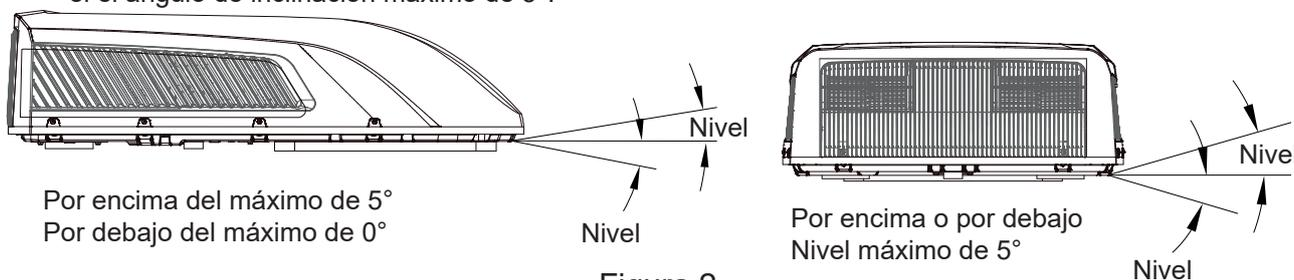

Figura 2
1. El aire acondicionado de techo se debe montar de forma que quede nivelado de delante a atrás y de lado a lado cuando el vehículo se encuentre aparcado en una superficie llana. En la figura 2 se puede observar la inclinación máxima permitida.